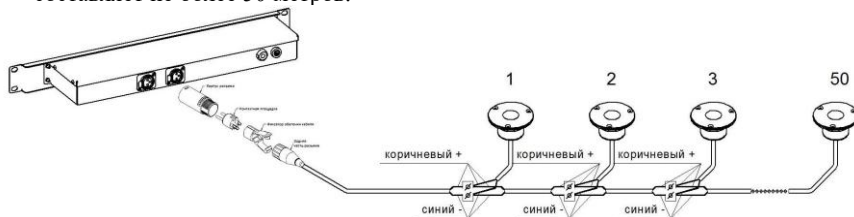

Рисунок 2
5.2 Светодиодный театральный прожектор LTL LED-TRACK-световая дорожка, устанавливается в специально подготовленные отверстия в сцене. Цепь светильников управляется при помощи контроллера LTL LED TRACK. Данное устройство включает в себя плату для регуляции яркости свечения и выключатель. На один канал контроллера можно соединить в одну цепь до 50 приборов (рисунок 2). Рекомендуемая протяжённость одной линии составляет не более 50 метров.